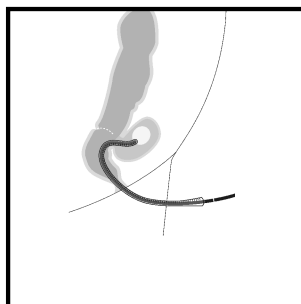

Fig. 2
8. Før forsigtigt endoskopet og overtuben (eller rektoskopet eller proktoskopet) ind i analkanalen ved hjælp af et passende smøremiddel, og før det frem, så det er på højde med lækagekaviteten (Fig. 2).